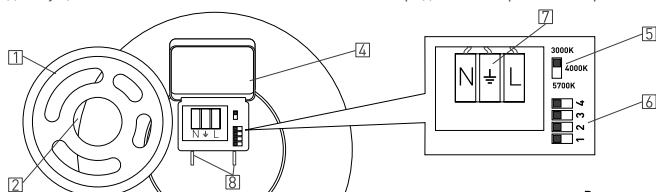

Рис. 1. Установка и настройка светильника
- Перед установкой светильника следует настроить требуемый режим работы. Для этого предусмотрены DIP-переключатели датчика движения и освещения [6] и переключатель ССТ [5], расположенные внутри светильника. Для доступа к ним необходимо снять монтажное основание [1], повернув его против часовой стрелки относительно корпуса светильника [3] (см. рис. 1), и открыть крышку коммутационного отсека [4], зажав держатели [8] и поднимая крышку [4] вверх.